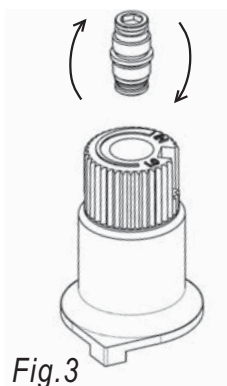

Fig.3
- 19) Flip the screw (Fig. 3).